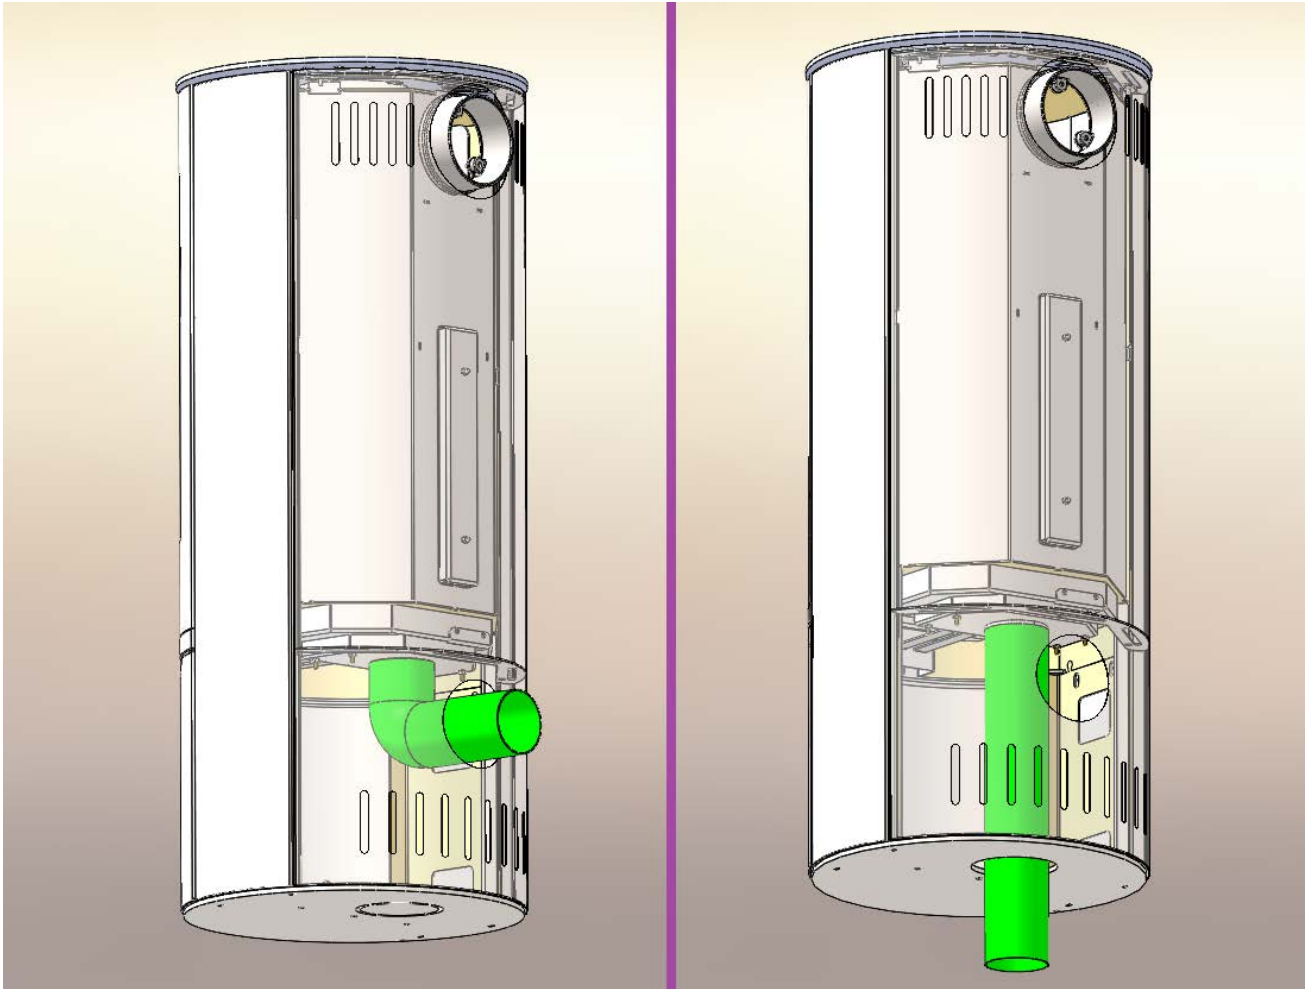

Abbildung 6 Anschluss an die Außenluft
7. Abbildung 6 Anschluss an die Außenluft	Seite 8